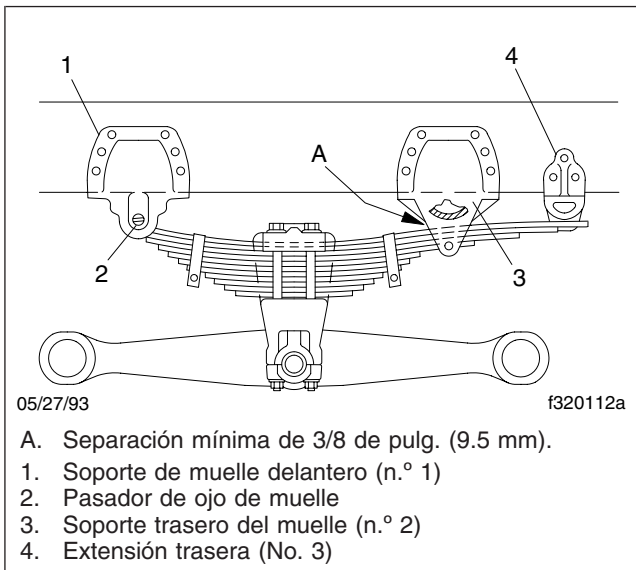

Figura 6, Suspensión de muelle RTE sin carga
1. Inspeccione los soportes del muelle para ver si hay desgaste en los orificio del pasador del muelle, de las levas y de los brazos del soporte del muelle. Vea la Figura 6.
Aplice grasa multiuso para chasis en la válvula de engrase del pasador del ojo del muelle (situada en el lado interior del pasador) hasta que aparezca grasa limpia en ambos extremos del pasador de ojo de muelle. Vea la **Figura 6**.